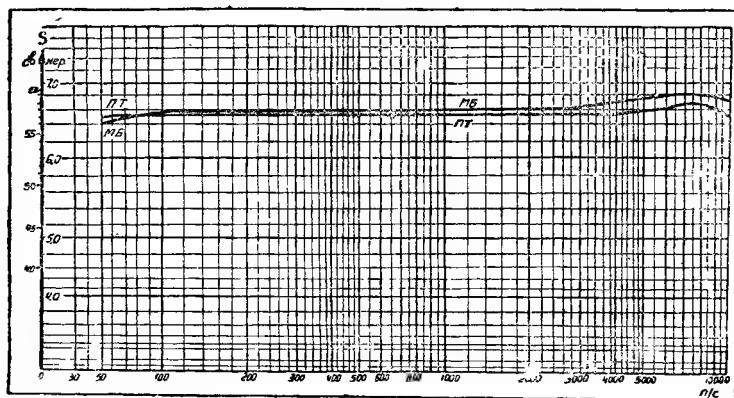

Рис. 6. Частотная характеристика усилителя УВ-1
3. Отклонение частотной характеристики (рис. 6) $\pm 2,5$ db.